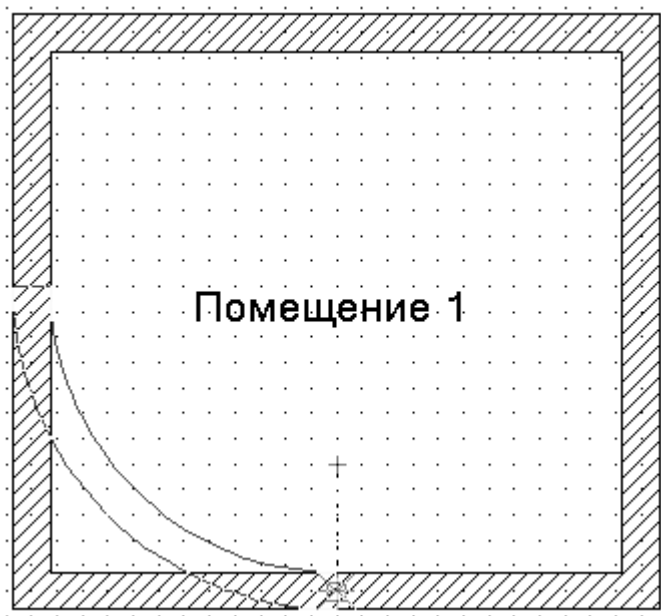

Рис. 1.16. Построение скругления двух стен
– служит для построения скругления между двумя стенами (не обязательно пересекающимися). Начальные и конечные точки дуги можно фиксировать только на существующих стенах (рис. 1.16).